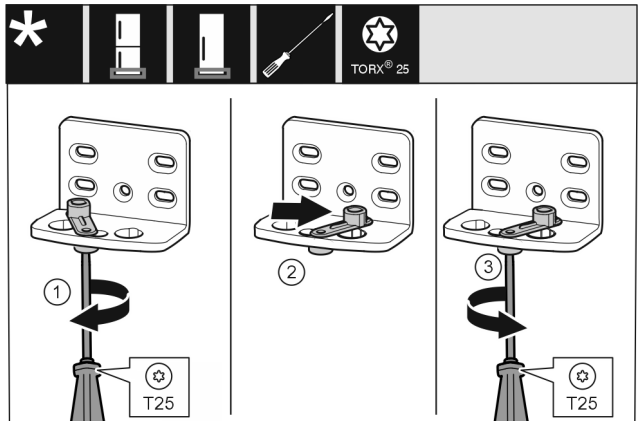

Fig. 14
- Tekerje lazára a csavart a T25 csavarhúzóval. Fig. 14 (1)
- Emelje meg az ajtó záródását segítő egységet, és 90°-kal jobbra forgatva helyezze a furatba. Fig. 14 (2)
- Húzza meg a csavart a T25 csavarhúzóval. Fig. 14 (3)